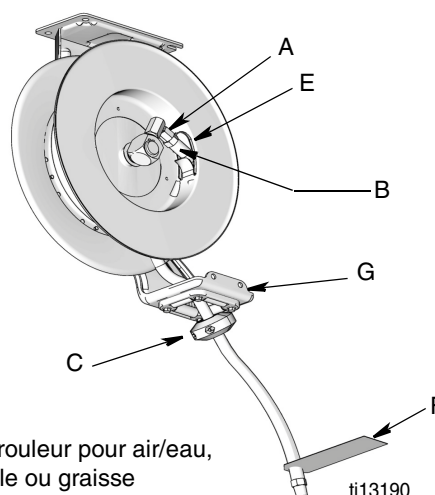

FIG. 12
- Arrêtez l'enrouleur lorsque vous avez accès au pivot d'enrouleur (A) (FIG. 12) et l'enrouleur est bien verrouillé.
7. Faites passer l'extrémité du flexible (B) dans le guide de flexible (G) puis par l'orifice (E) de l'enrouleur (FIG. 12).